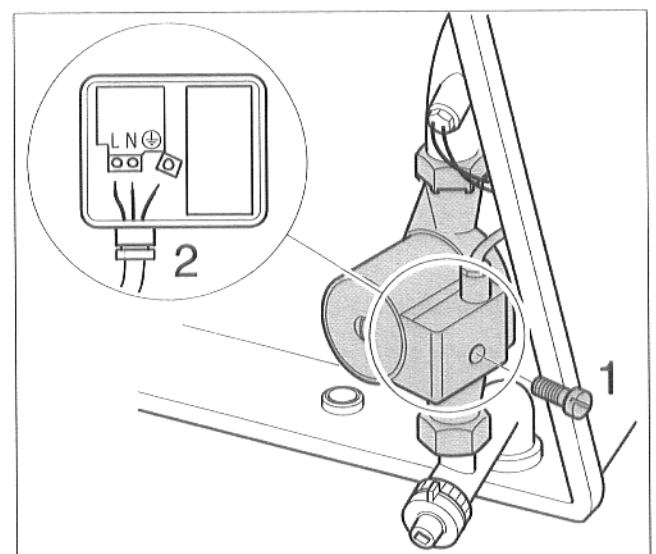

Abb. 2 Umwälzpumpe ausbauen
- Schraube (Abb. 2, Pos. 1) am Klemmenkasten der Umwälzpumpe lösen und Klemmenkasten öffnen.
- Kabel (Abb. 2, Pos. 2) lösen und Kabelenden abschneiden.